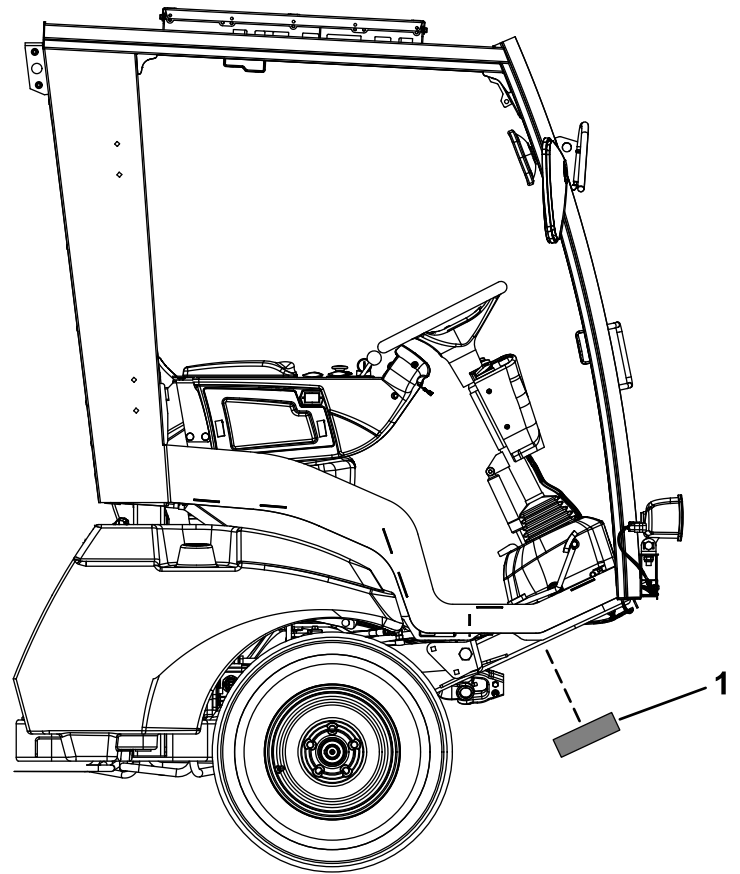
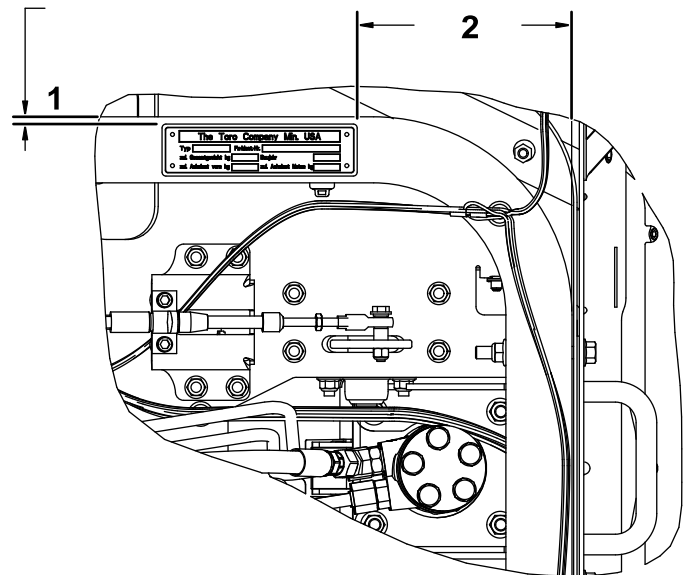

Figure 44
Figure 45
5. Montez la plaque sur le cadre (Figure 44). Utilisez les dimensions indiquées à la Figure 45.